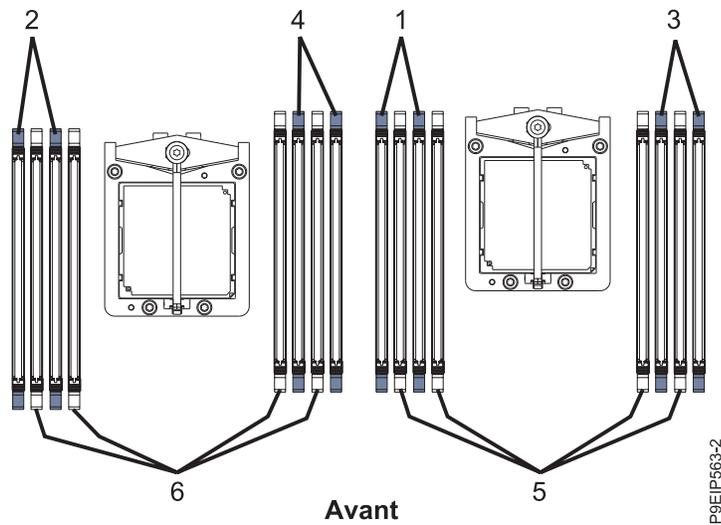

Figure 13. Ordre de branchement de la mémoire pour un système à deux processeurs
- Pour un système à deux processeurs, utilisez le tableau 2 et la figure 13, à la page 18 pour déterminer l'emplacement de la mémoire.